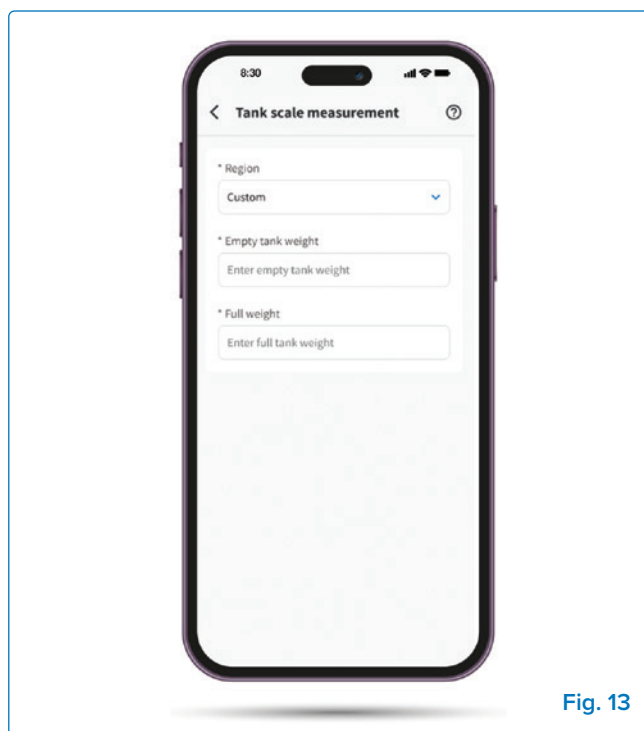

Fig. 13
- » **Aangepaste gasfles (optioneel):** Voer het gewicht in van een lege en volle gasfles voor nauwkeurige monitoring (**Fig. 13**).